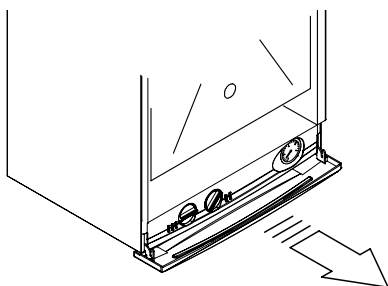

Figura 5.19
- Estrarre frontalmente il pannello comandi per accedere alla morsetteria di alimentazione Figura 5.19.